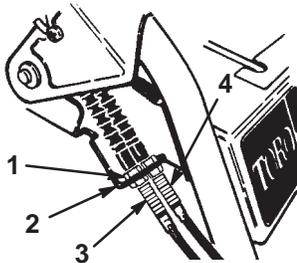

Bild 28
1. Lösen Sie die obere Klemmmutter, mit der das Antriebskabel an der Befestigungshalterung befestigt ist (Bild 28).
2. Drehen Sie die untere Klemmmutter nach oben, um die Riemenspannung zu erhöhen (Bild 28).
- A. Lösen Sie die obere Klemmmutter, mit der das Kabel der Räum Schnecke bzw. des Gebläserads an der Befestigungshalterung befestigt ist (Bild 28).